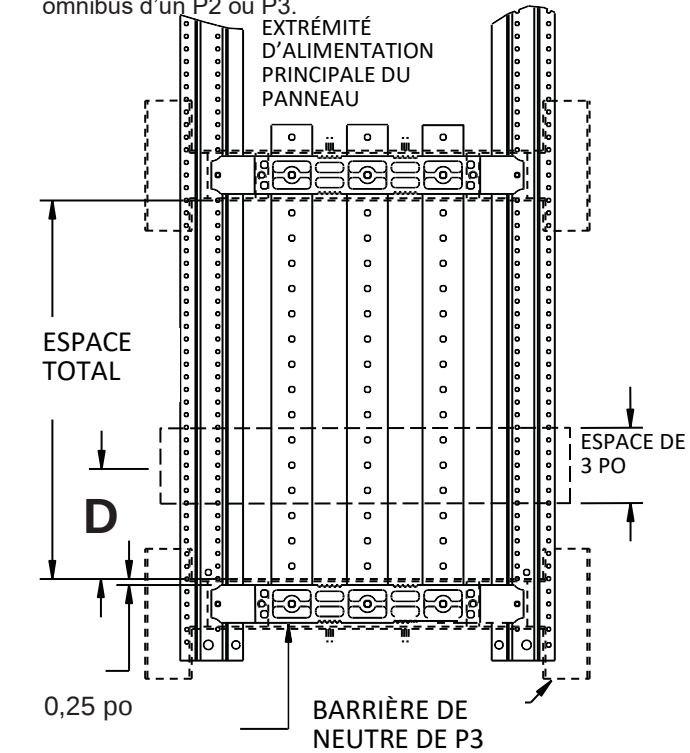

Fig. 1
3. Reportez-vous à la Fig. 1
4. Cet ensemble exige un espace de 3 po. Déterminez l'endroit où installer l'ensemble. La dimension D de positionnement de l'ensemble à la figure 1 doit être un multiple de 3 po (c.-à-d. : 0, 3, 6, 9, etc.) On peut prendre ces mesures directement à partir de la barrière de neutre d'un P3. Pour les mesures prises dans un support de bus de P2 ou P3, ajoutez 0,25 po à D (c.-à-d. : 0,25, 3,25, 6,25, 9,25, etc.)